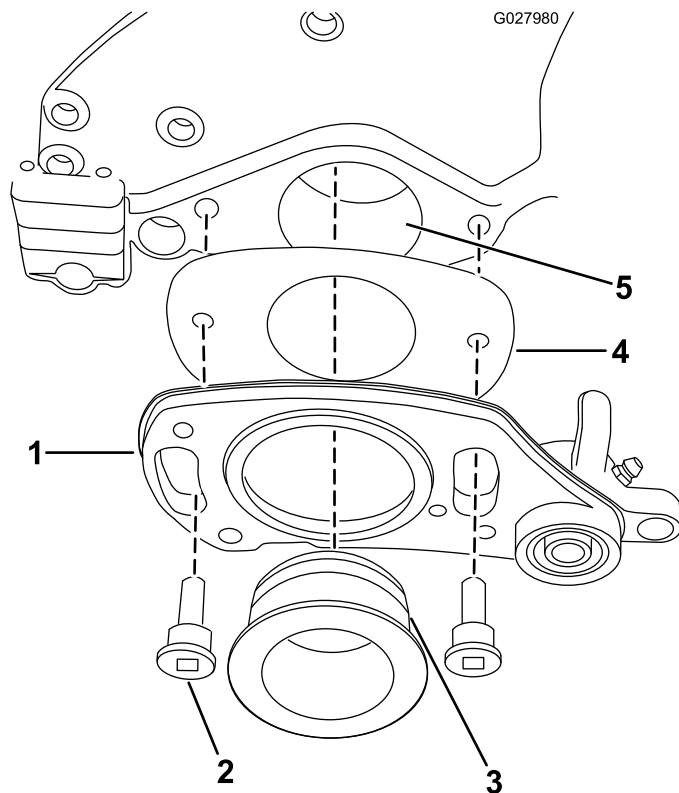

Рисунок 7
12. Поместите регулировочную пластину на заднюю сторону узла правого привода, как показано на Рисунок 7.
13. Нанесите тонкий слой консистентной смазки на уплотнительное кольцо круглого сечения и направляющее отверстие (Рисунок 7).
14. Закрепите узел привода с помощью двух винтов с буртиком, как показано на Рисунок 7.